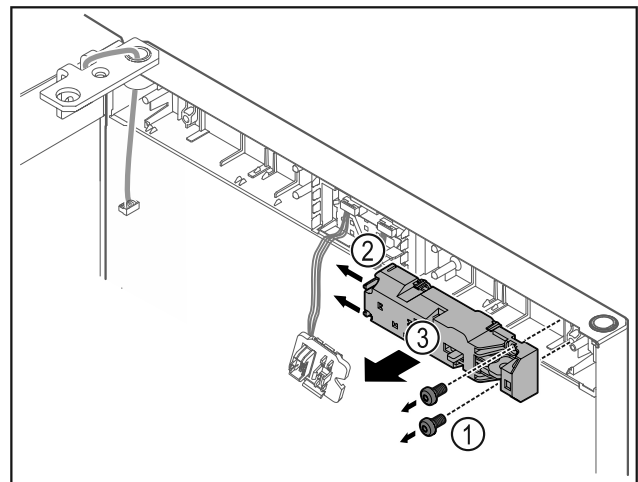

Fig. 17
- Retirer les vis Fig. 17 (1).
- Pousser les ergots sur le côté Fig. 17 (2) et retirer la serrure électrique Fig. 17 (3).